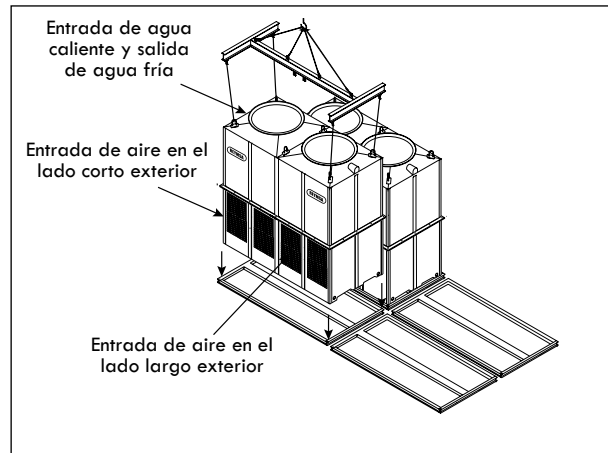

Figura A-76: Orientación -X, Levantamiento e instalación del segundo módulo T2 (RTM o RTPM)
- C. Levante el segundo módulo y colóquelo sobre la superficie de aislamiento y la estructura de acero, asegurándose de que el lado sin entradas de aire esté orientado hacia el interior, paralelo al lado largo del primer módulo, y que la entrada y la salida de agua estén orientadas hacia el exterior. Asegúrelo con los juegos de tuercas y tornillos de acero inoxidable (suministrados por otros) como se muestra en la Figura A-76.